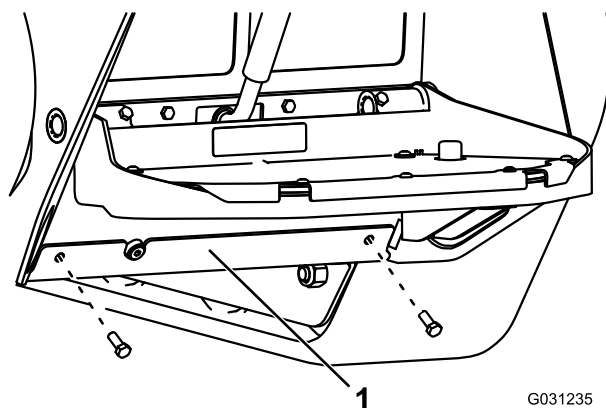

Figure 64
3. Enlevez les 2 boulons de fixation de la plaque inférieure et déposez la plaque (Figure 64).
7. Posez la plaque inférieure (Figure 64).